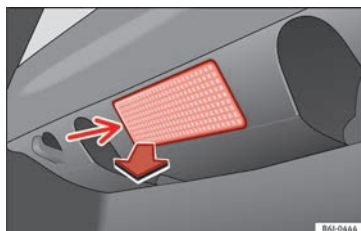

Fig. 118 Éclairage du coffre à bagages.
- Retirez la tulipe en faisant pression sur le rebord de la partie intérieure de celle-ci (flèche) à l'aide d'un tournevis plat » fig. 118.